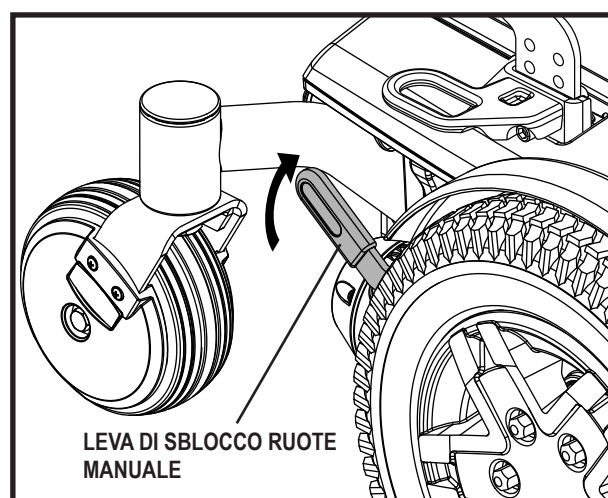

Figura 5. Modalità di guida (Trazione attivata)
2. Tirare su entrambe le leve di sblocco ruote per guidare (motore guida attivato). Vedere la figura 5.